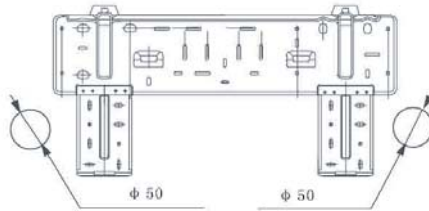

Рис. 8.6
- Для соединительных труб и кабелей в стене необходимо выполнить отверстие диаметром 50 мм. Отверстие должно быть выполнено с уклоном в сторону наружного блока. (Рис. 8.6)